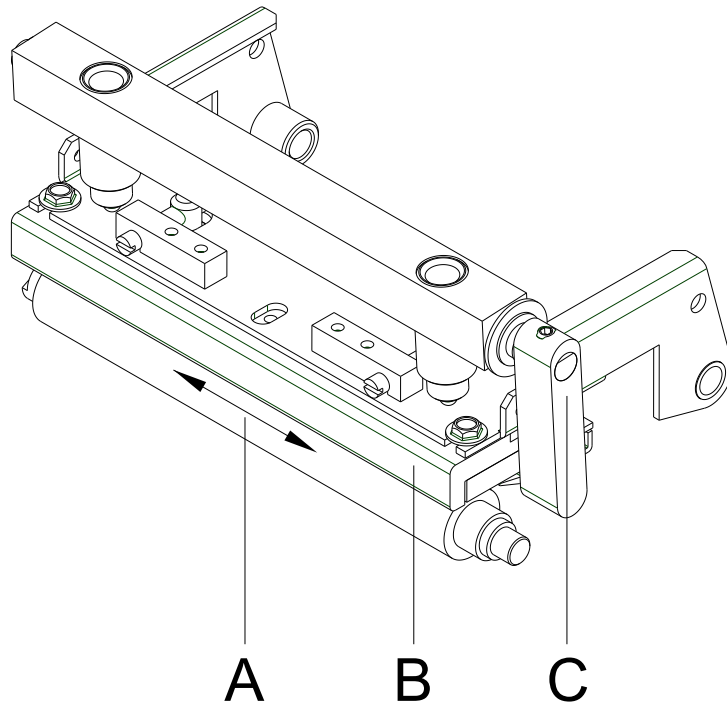

Abbildung 16
2. Andruckhebel (A, in Abbildung 16) gegen den Uhrzeigersinn drehen, um den Druckkopf zu entriegeln.
7. Andruckhebel (A, in Abbildung 16), bis er einrastet im Uhrzeigersinn drehen, um den Druckkopf anzuklappen.